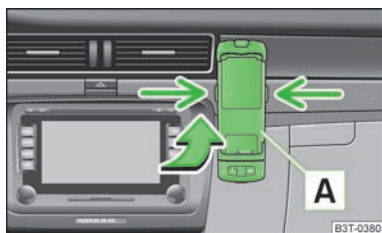

Fig. 130
- Împingeți mai întâi adaptorul **A** în sensul săgeții » fig. 130 până la limită în suport. Apoi apăsați ușor în jos adaptorul, până când acesta se blochează.
- Apăsați simultan elementele de blocare laterale ale suportului » fig. 130 și scoateți telefonul cu adaptorul.